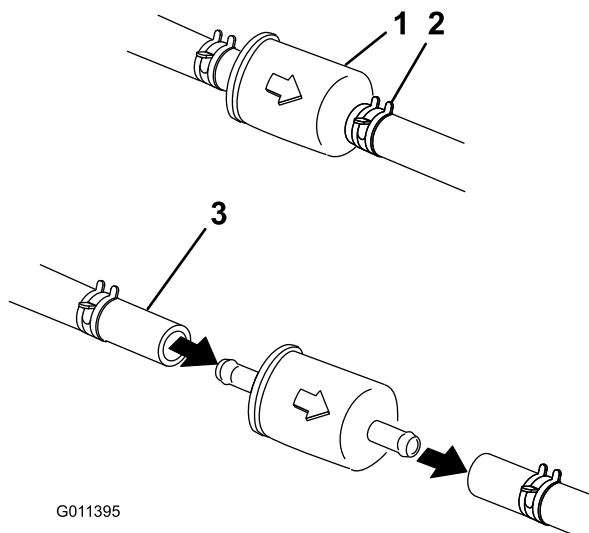

Figura 47
5. Premete le estremità delle fascette stringitubo ed allontanatele dal filtro (Figura 47).
7. Montate un nuovo filtro ed avvicinate le fascette stringitubo al filtro (Figura 47).